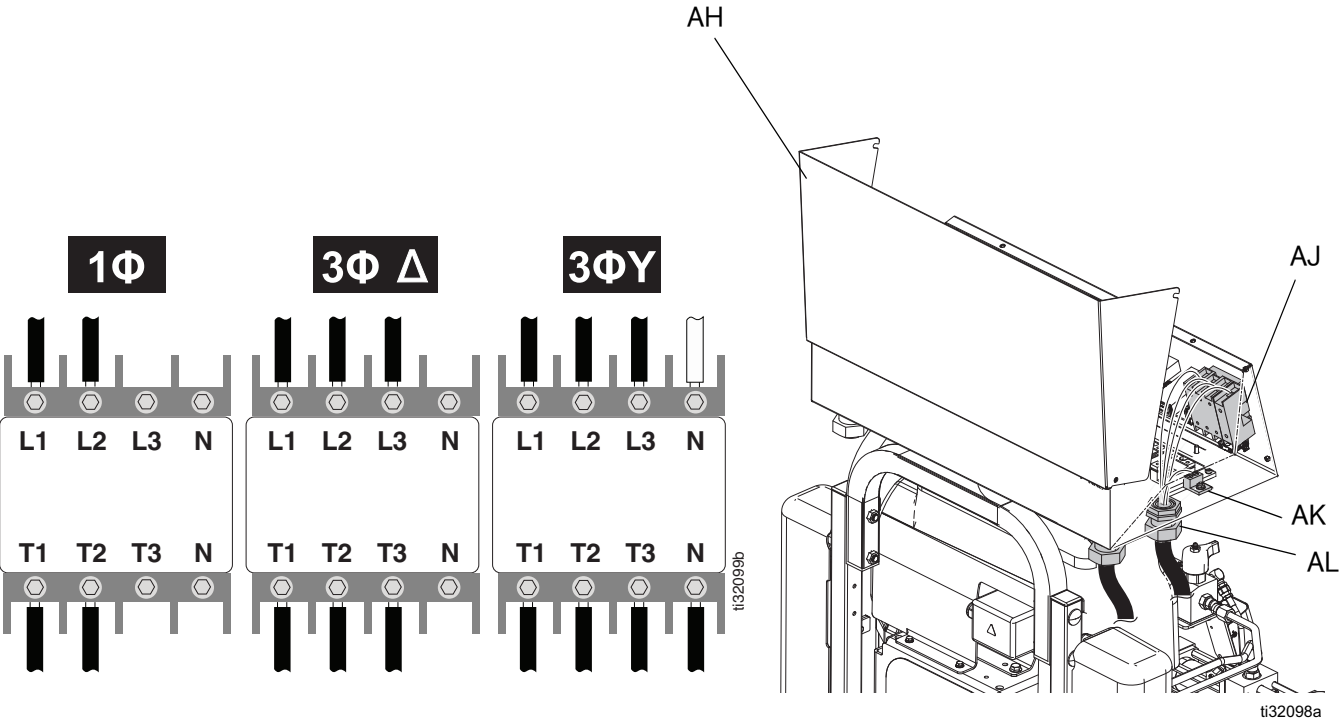

图 8: 连接输入电源线
2. 将主电源断开设备 (CE) 关闭。
3. 松开螺栓 (BH) 并向上提起门，打开电气外壳门 (AH)。参见图 8 所示。
4. 将电源线穿过电气外壳 (C) 中的电源入口线夹 (AL)。拧紧电线夹 (AL)。参见图 8 所示。
5. 将输入电源线连接到主断路器端子 (AJ) 和主接地片 (AK)，如图 8 所示。用 55 英寸 - 磅 (6.2 牛·米) 的扭力拧紧。轻轻拉一下所有接线，以验证是否正确固定。
- a. **230 伏，单相：**使用 5/32 或 4 毫米内六角扳手，将两根电源线连接到 L1 和 L2。将绿色线连接到接地片 (AK)。
- b. **230 伏，3 相：**使用 5/32 或 4 毫米内六角扳手，将三根电源线连接到 L1、L2 和 L3。将绿色线连接到接地片 (AK)。
- c. **400 伏，3 相：**使用 5/32 或 4 毫米内六角扳手，将三根电源线连接到 L1、L2 和 L3。将中线连接到 N。将绿色线连接到接地片 (AK)。
6. 确保所有项目均已正确连接，如图 8 所示。关闭电气外壳门 (AH) 并拧紧螺栓 (BH)。